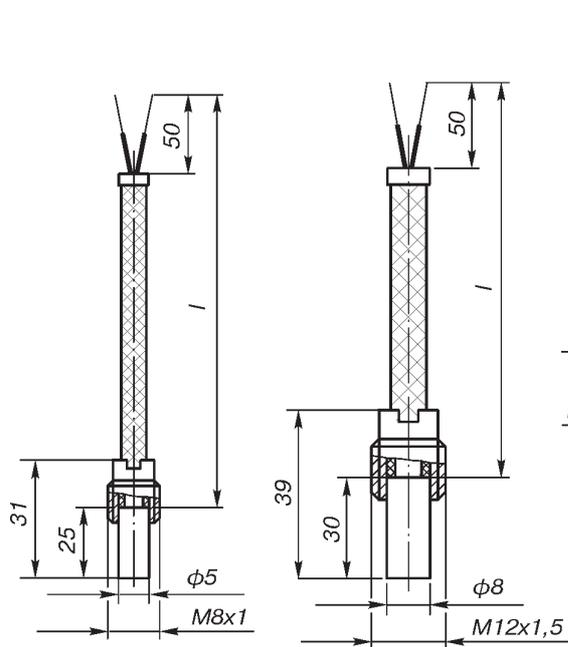

Рис.1.
- 01** по рис. 1
\* По рис. 1 возможна поставка с традиционной "луцкой" головкой, код исполнения защитной арматуры 01Л.
**Количество чувствительных элементов:** 1 (для рис.3-7), 1 или 2 (для рис.1, 2).
**Диапазон измеряемых температур:** -40...200°C (для рис.1, 2); -40...400°C (для рис.3, 4, 5, 6, 7).